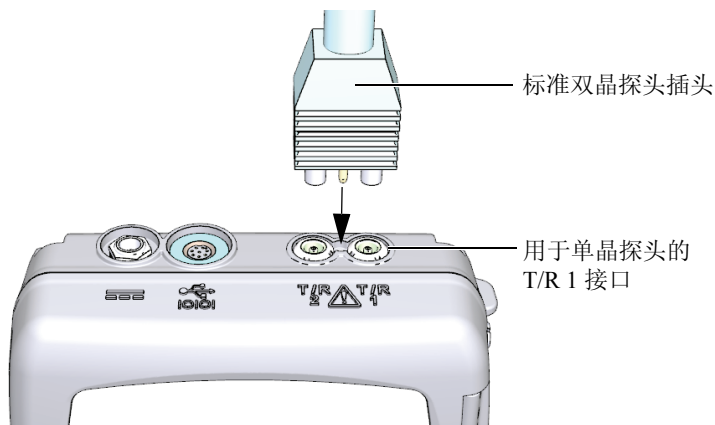

图 5-1 插入探头
1. 将探头插入 38DL PLUS 仪器机壳顶部的探头接口中（参见第 58 页的图 5-1）。单晶探头插入 T/R 1 接口中。